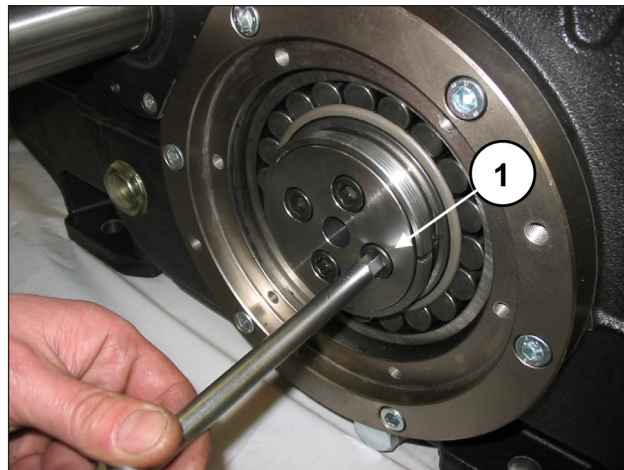

Рис. 14
Открутите и выньте с обеих стороны винты крепления фланца, который фиксирует втулку (поз. ①, Рис. 14).